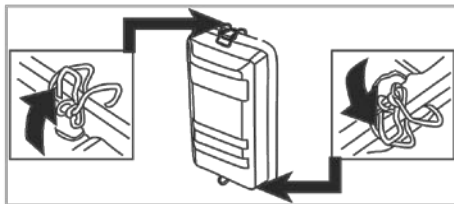

Рисунок 6
5.5.1 Зніміть кришку повітряного фільтра (рисунок 6) і витягніть фільтрувальний елемент.